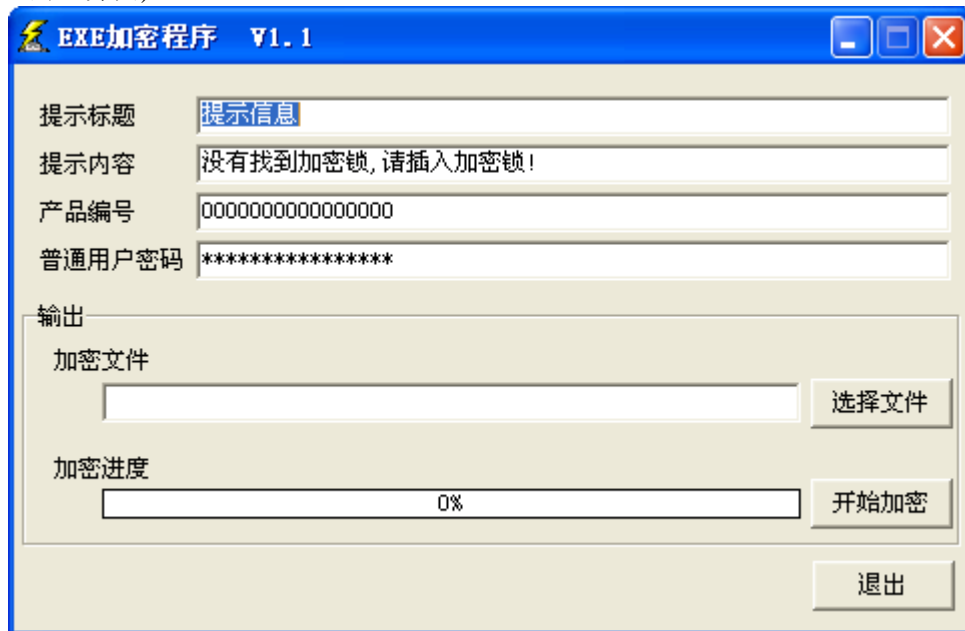

图 7.8 NTShell 主界面
3. 双击“D:\NT141 EXE文件加密\NTShell.exe”文件，将会弹出如图7.8所示的对话框(NTShell的主界面)。